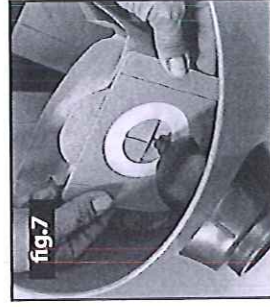

fig. 7
- △ Den Filter (Z) (Abb. 7) nur mit trockenem Schaft und Zubehor verwenden.
- Den Filter (Z) in die Tonne (I) (Abb. 7) einsetzen.
- △ Gebruik het filter (Z) (afb. 7) alleen met een droge romp en droge hulpstukken.
- Plaats het filter (Z) in de romp (I) (afb. 7).